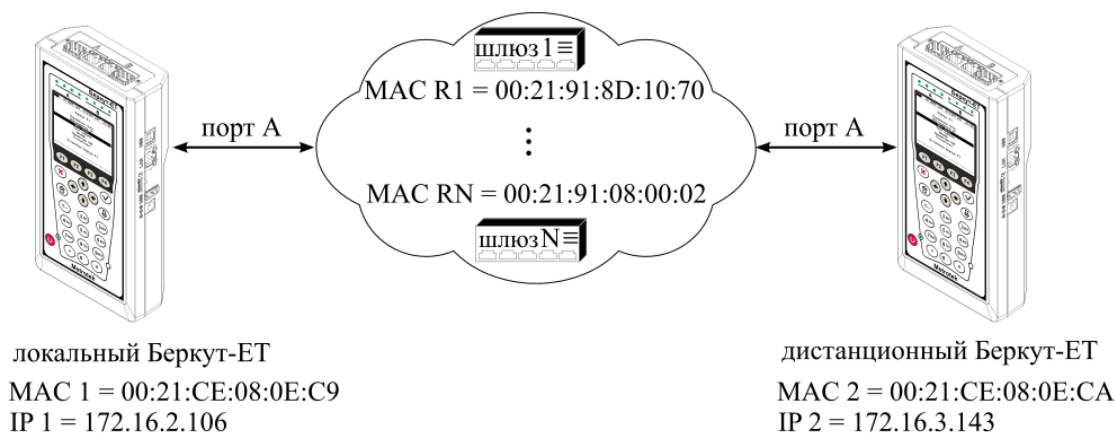

Рисунок 10.8. Типовая схема подключения
На рис. 10.8 приведена типовая схема подключения приборов к тестируемой сети с использованием порта А. Для порта В схема подключения будет аналогичной.
2. Подключить локальный и дистанционный прибор по схеме, представленной на рис. 10.8.
2. Подключить локальный Беркут-ЕТ и дистанционный Беркут-ЕТ по схеме, представленной на рис. 10.8.